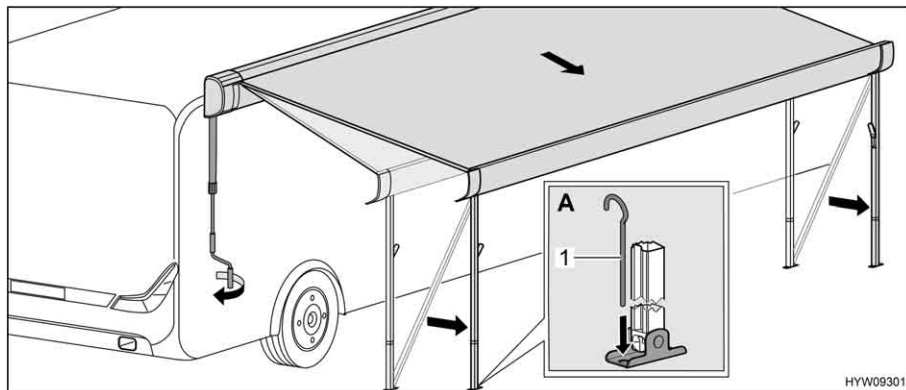

Fig. 37 Collocazione della tenda nella posizione finale
- Servendosi di puntelli (Fig. 37,1), fissare a terra i montanti di supporto (Fig. 37,A).